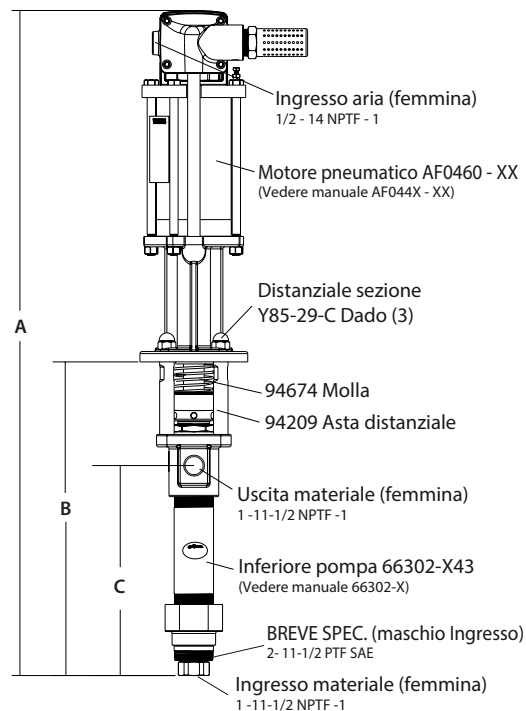

Figura 1
2. Rimuovere i tre dadi (Y85-29-C) dalle tre barre distanziali (vedere la Figura 1).